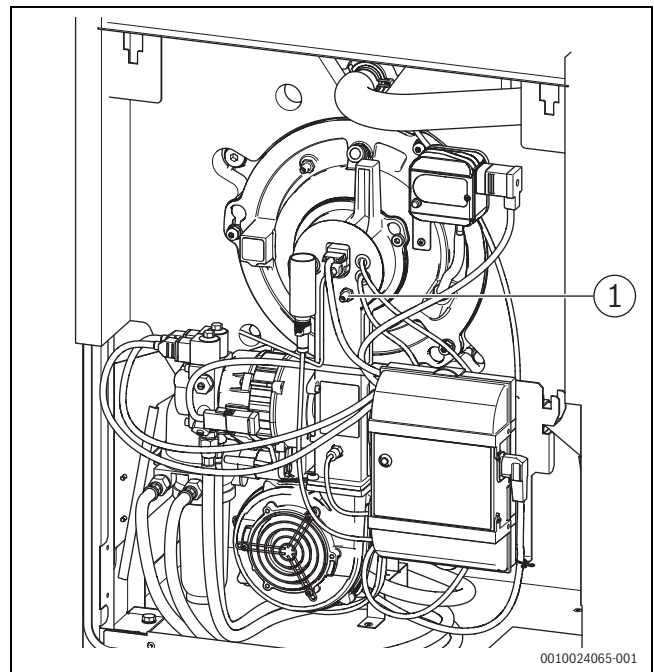

Bild 57 Statischen Gebläsedruck messen
- ▶ Druckmessstutzen (→Bild 57, [1], Seite 32) für den statischen Gebläsedruck am Brennergehäuse öffnen.
- ▶ Messgerät für statischen Gebläsedruck am Druckmessstutzen (→Bild 57, [1], Seite 32) des Brennergehäuses anschließen.